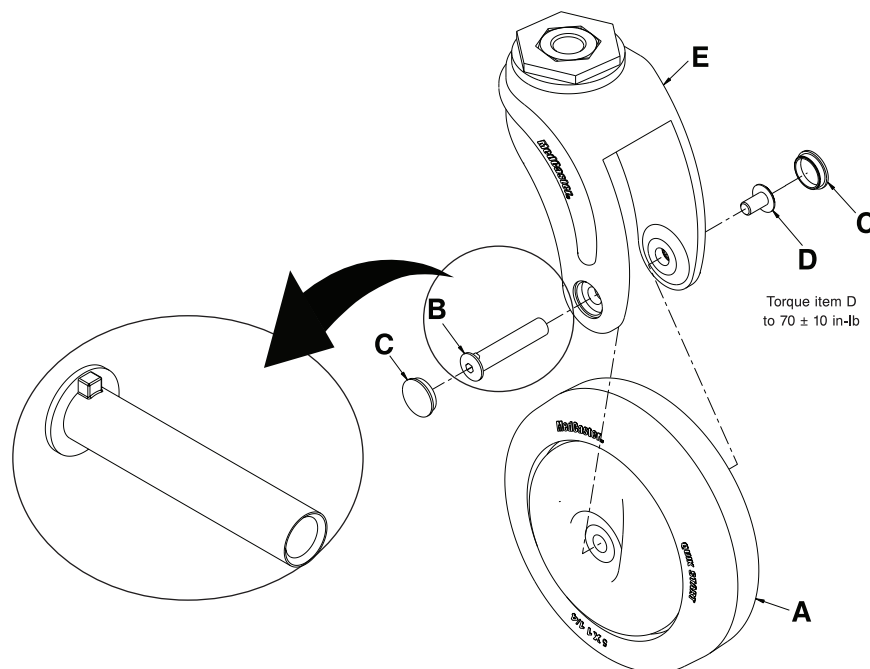

図15-25: 前輪キャストの車輪交換
2. ピックを使用してキャストの車軸用バレルナット カバー (C) を取り外し、保管しておきます (15-43 ページの図15-25).
3. 5/32"六角レンチ2本を使用し、車軸用バレルナット (B) および車軸ネジ (D) を取り外します。車軸用バレルナットおよび車軸ネジを保管しておきます。車軸ネジを再度取り付ける際は、3/8"駆動トルクレンチを使用して車軸ネジ (D) を  $70 \pm 10$  in-lb (  $8 \pm 1,1$  Nm ) のトルクで締めます。
4. キャスターの車輪 (A) を把持したら外側に引っ張り、フォーク (E) から車輪を取り外します。車輪を廃棄します。
注記: 車軸用バレルナット (B) のヘッドがロックされます (15-43ページ の図15-25). 再度取り付ける際にはキャスト フォーク (E) に適切にナットを配列します。